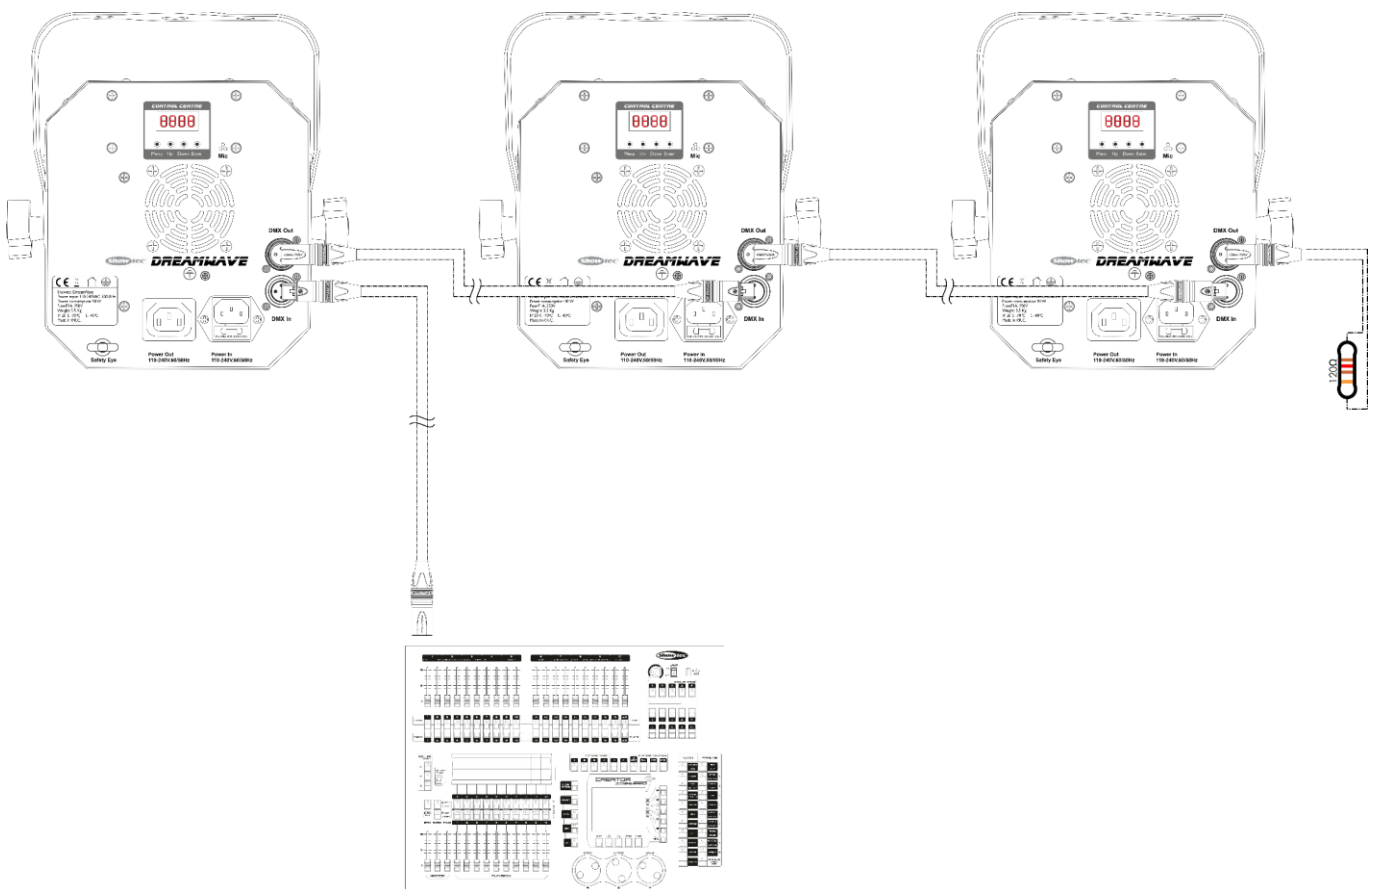

Fig. 05
- 04) Collegare le unità come indicato nella Fig. 05. Collegare la presa DMX "out" della prima unità alla presa DMX "in" della seconda unità, servendosi di un cavo di segnale DMX. Ripetere questo processo fino a collegare la seconda e la terza unità.